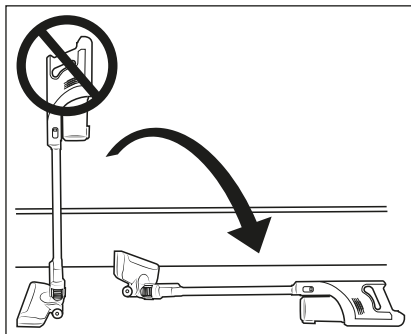

Fig. 9
- Nu așezați aspiratorul în poziție verticală atunci când, pentru un timp, doriți să îl opriți sau să îl lăsați din mână. Pentru aceasta, introduceți aspiratorul în suportul pentru perete **18** sau așezați-l pe podea (a se vedea fig. 9 și 10). În caz contrar, aspiratorul se poate răsturna din cauza centrului său de greutate ridicat, se poate deteriora și, în anumite situații, poate deteriora alte obiecte la răsturnarea acestuia.